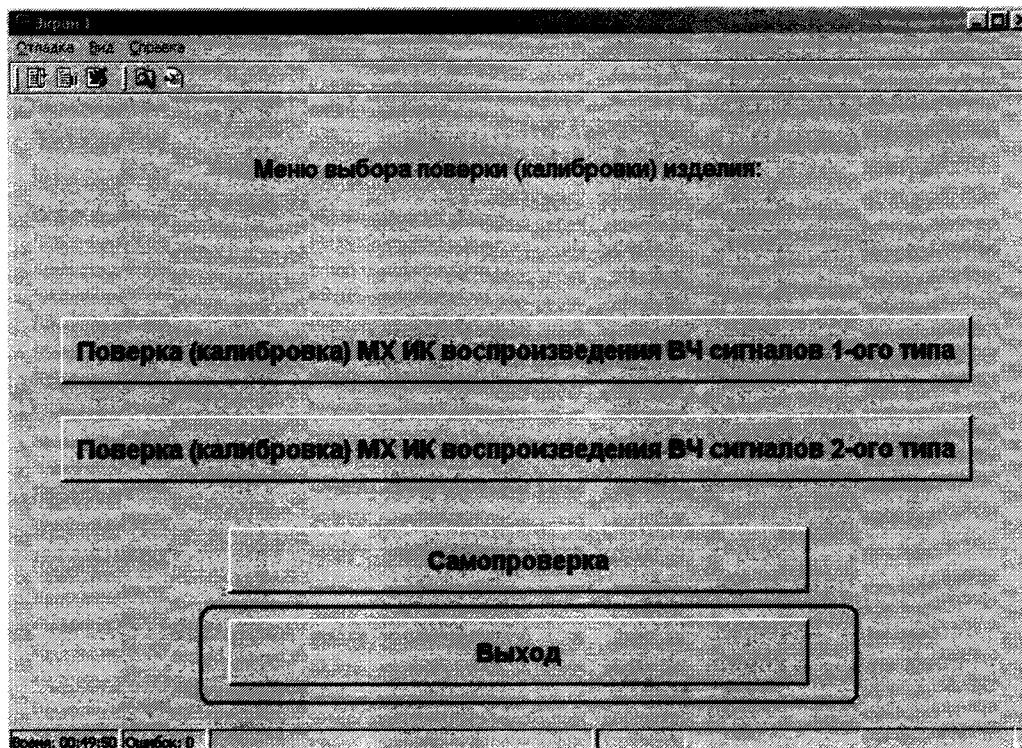

Рисунок 8-1 – Последовательность действий для выхода из главного меню
7.2.5.1 Выйти из программы ProTest. Для этого следует последовательно выйти из главного меню, смотреть рисунок 8-1 (выделено красным контуром):